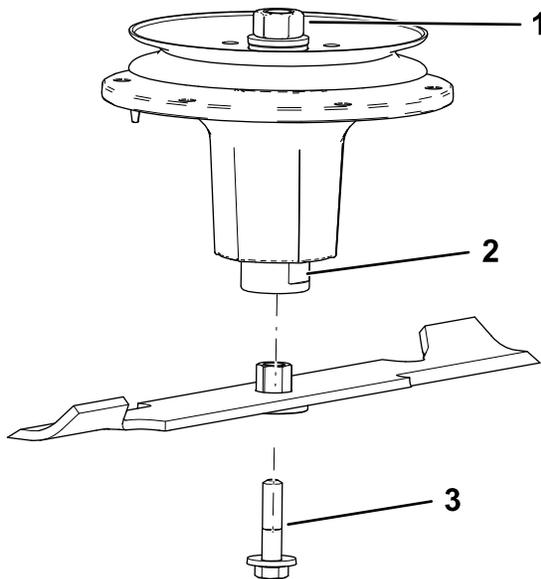

Figure 9
2. Installez l'ensemble douille/lame sur l'axe de pivot (Figure 9).